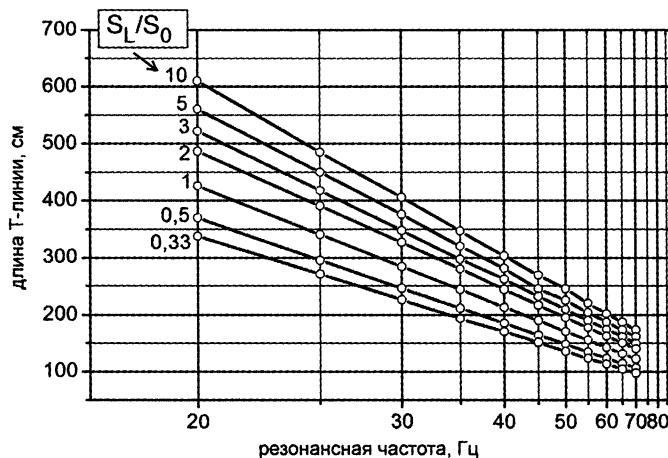

*Рис. 4.9. Длина Т-линии в зависимости от коэффициента сужения-расширения для различных частот*
Для удобства определения значений длины линии для промежуточных величин резонансных частот и коэффициентов сужения-расширения на рис. 4.9 построены графики по табл. 4.2. Из графиков, в отличие от таблицы, лучше видны закономерности изменения резонансной частоты при изменении параметров линии. Видно равномерное понижение необходимой геометрической длины линии при переходе от расширяющейся к сужающейся конструкции.
Если резонансная частота динамика ниже 50 Гц, надо использовать сужающуюся трубу, применив коэффициенты из табл. 4.2 или любого из рис. 4.9—4.11. Можно воспользоваться также формулой (34).
Длину трубы обычно рекомендуют выбирать равной четверти длины волны, соответствующей резонансной частоте динамической головки. И вот здесь возникает интересный вопрос, поднятый М. Кингом: ведь согласно его расчетам (табл. 4.2 и рис. 4.9—4.11), расширяющаяся труба длиной  $L$  имеет первую моду с длиной волны, существенно меньшей, чем  $4L$ ! Заметим, что это свойство расширяющейся трубы было известно еще в XIX веке.\*